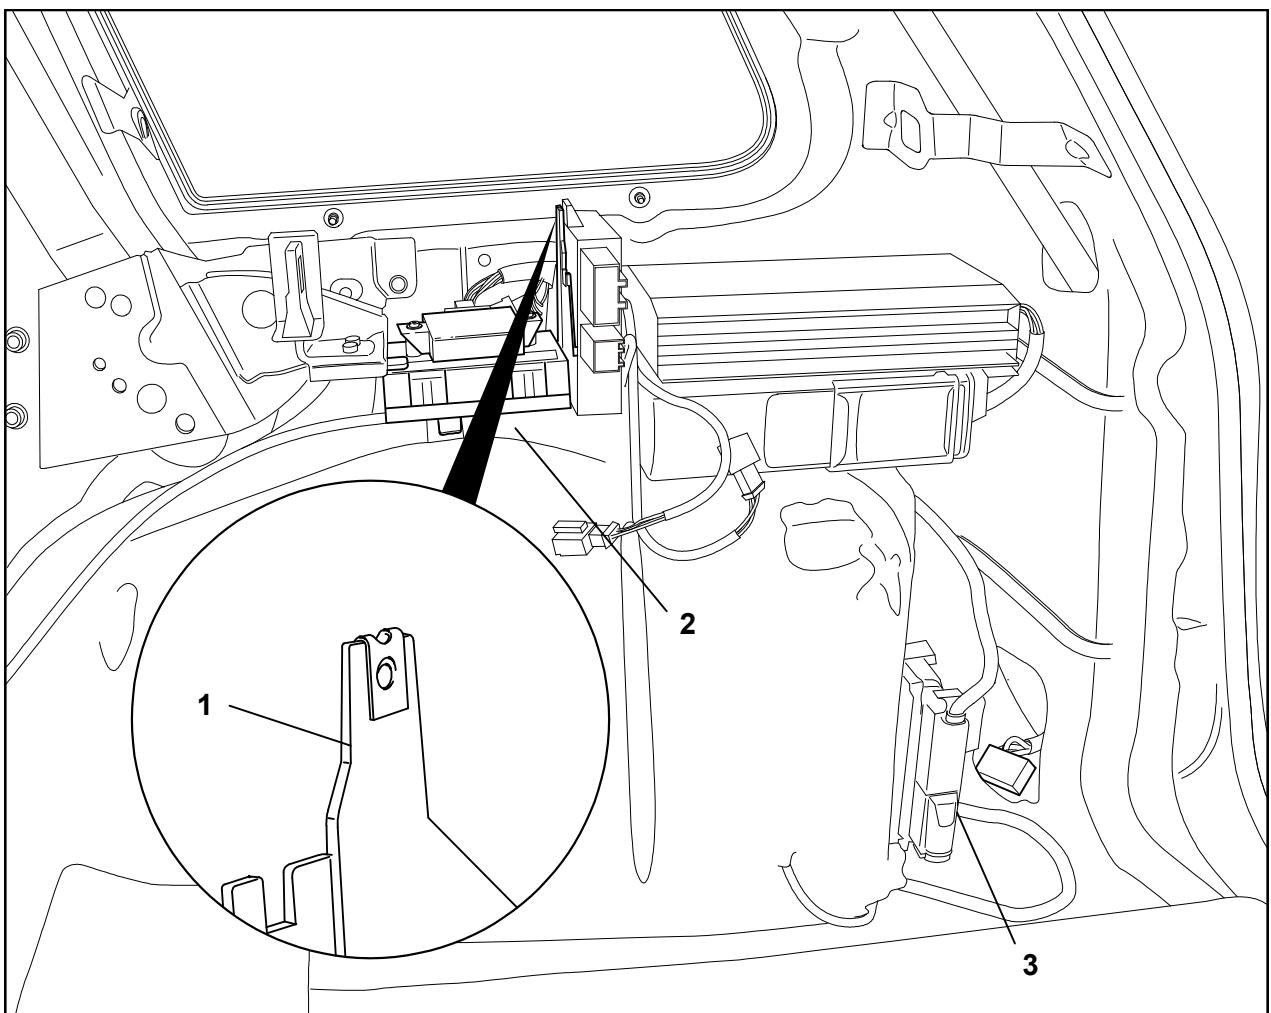

Fig. 3: Raccorder l'appareil de raccordement pour remorque
4. Faire passer l'extrémité du câble avec le connecteur noir à 16 pôles de l'extérieur, dans la traversée de câble, vers le support d'appareils (Fig. 3/1).
9. Fixer l'appareil de raccordement pour remorque avec l'écrou à déclique et le boulon dans le coin droit du coffre, au support d'appareils (Fig. 3/1).
12. Visser les câbles bruns avec les deux oeillets au point de masse du véhicule, à l'arrière à droite, près du point de couplage (Fig. 3/3).
13. Desserrer la vis de fixation au bas du support d'appareils pour la centrale de commande arrière du véhicule 7L0 959 933 A (Fig. 3/2) et tirer prudemment le support d'appareils vers l'avant.